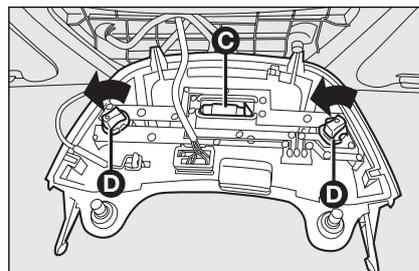

fig. 35
- ❑ sostituire la lampada centrale **C** -fig. 35 svincolandola dai contatti laterali accertandosi che la nuova lampada risulti correttamente bloccata tra i contatti; sostituire le lampade laterali **D**-fig. 35 ruotando in senso antiorario i due portalampada ed estraendo le lampade montate a pressione.